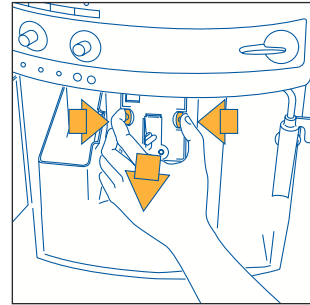

Abb.29
- Die beiden roten Entriegelungstasten der Brühseinheit seitlich andrücken (Abb. 29) und die Brühseinheit herausziehen.